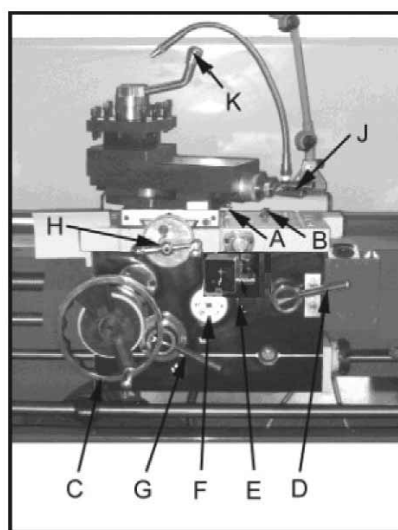

Fig. 13
6. **Tverrsleidelås:** (A, fig. 13) Spaken sitter på tverrsleides venstre side. Vri medurs for å låse og moturs for å låse opp.
7. **Sledelås:** (B, Fig. 13) Sperren sitter opp til høyre på sleden. Vri medurs for å låse. Vri moturs for å låse opp. (Observer: Sledelåsen må være åpen når sleden flyttes, ellers kan dreiebenken gå i stykker.)
8. **Ratt for lengdebevegelse:** (C, fig. 13) Sitter på forkledet. Vri rattet medurs for å flytte forkledet mot dubbdokken (mot høyre). Vri rattet moturs for å flytte forkledet mot spindeldokken (mot venstre).
9. **Lengde-/tverrmatingsspik:** (E, fig. 13) Kan stilles i tre posisjoner: øvre, midtre og nedre posisjon. Trykk spaken oppover for tverrmatingen. Trykk spaken nedover for lengdematingen. Når spaken står i midtposisjon, kan skruen sikres med halvmutteren.
10. **Halvmuttersspik:** (D, fig. 13) sitter fram på forkledet. Brukes ved gjengeskjæring.
11. **Matertannspik:** (G, fig. 13) Sitter fram på forkledet. Dra spaken oppover for å tanne inn. Dra spaken nedover for å tanne ut.
12. **Justerbar materspik:** (F, Fig. 13) Om maskinen er overbelastet kan den slure. Da må skjærehastigheten minskes. Observer: Denne innstilling er kalibrert på fabrikk og skal ikke behøve å endres. Om innstillingen tross dette trengs å justeres, følg skjemaet på forkledets framside.
13. **Ratt for tverrbevegelse:** (H, fig. 13) Sitter overfor forkledet. Om den vri medurs flyttes tverrsleide bakover på maskinen.
14. **Lengderegulering for support:** (J, fig. 13) Sitter bak på supporten. Vri medurs eller moturs for å flytte eller feste reguleringen.
15. **Stålholderlås:** (K, fig. 13) Sitter opp til på stålholderen. Vri moturs for å åpne låset og medurs for å låse det.